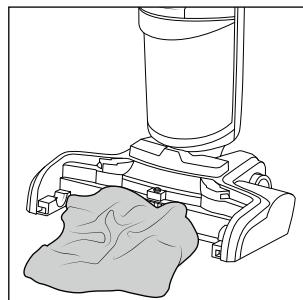

Afb. 34
- ◆ Pak de houder links bij de borstelrol **6** vast en trek hem omhoog om de borstelrol uit het voetgedeelte **3** te nemen (zie afb. 34).